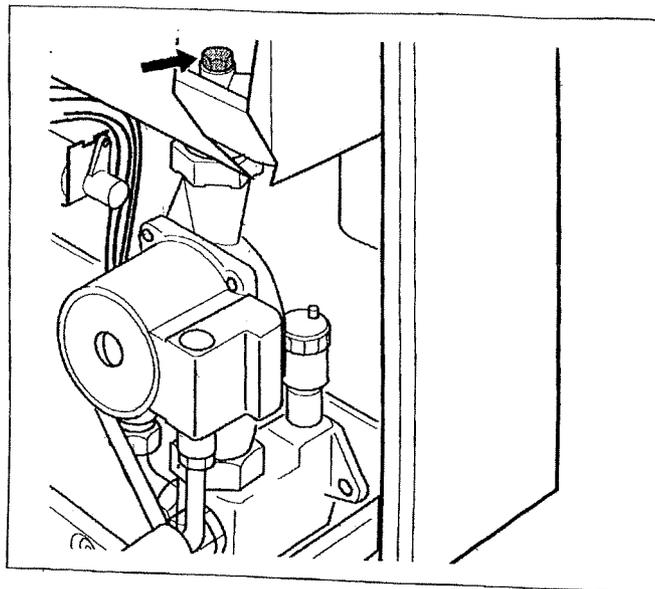

Fig. 11 Valvola di sfiato
- ◆ Sfiatare la caldaia tramite la valvola di sfiato (Fig. 11).